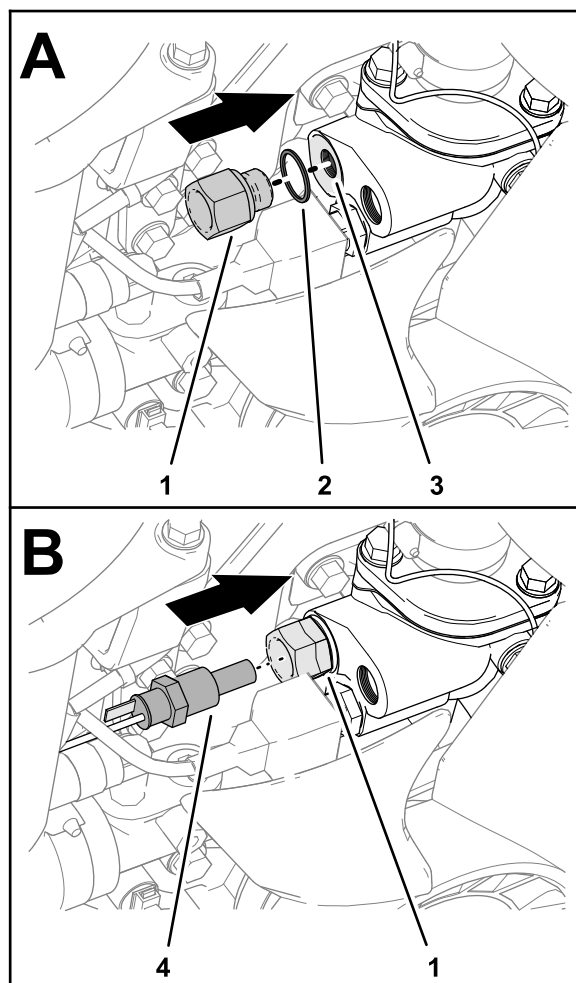

図 24
4. ウォーターポンプの前ポートにリデューサとガスケットプラグを取り付ける 図 24。
6. 新しい温度センサーを、リデューサに取り付ける 図 24。